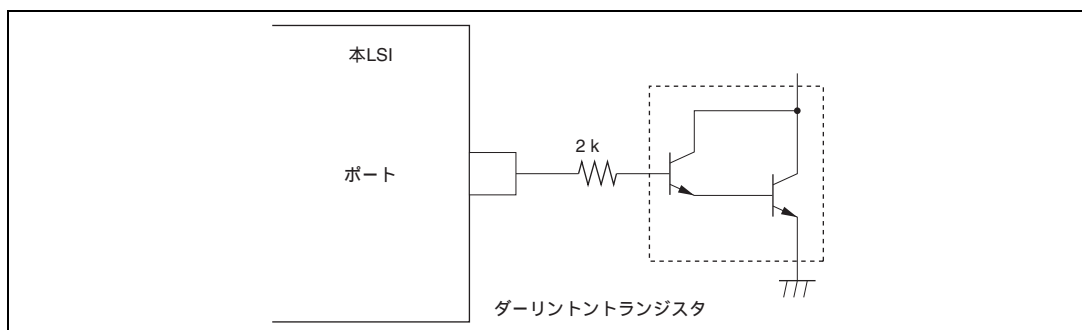
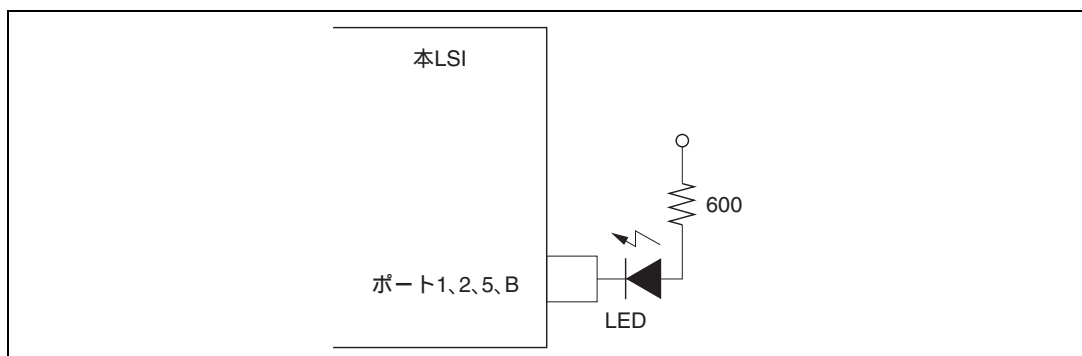

図 22.4 ダーリントトランジスタ駆動回路例
図 22.5 LED 駆動回路例
2. ダーリントトランジスタや、LED を直接駆動する場合には、図 22.4、図 22.5 に示すように、出力に必ず電流制限抵抗を挿入してください。